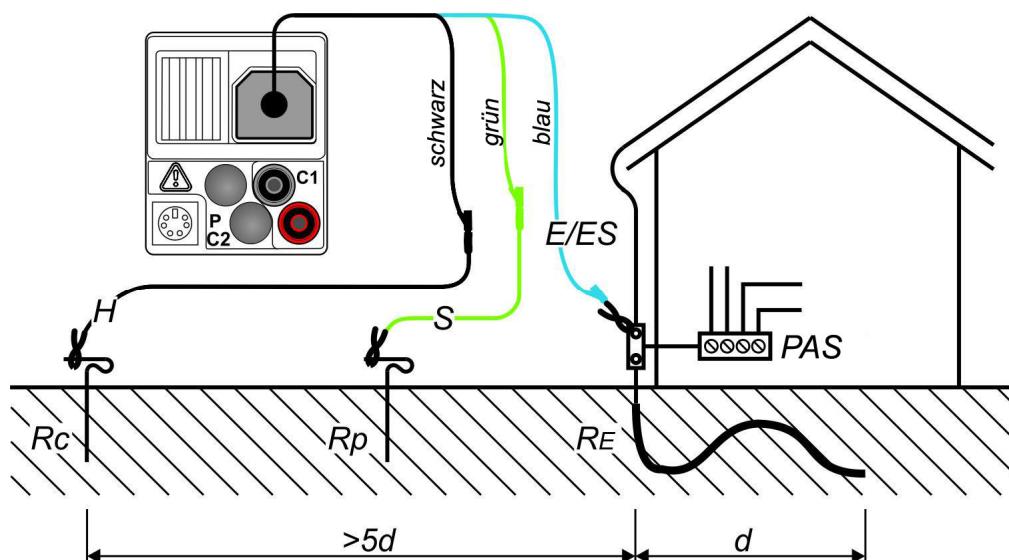

Abbildung 5.33: Anschluss des optionalen Erdungsset (044113) - Messung der Haupterdung
- ☐ Kontaktieren Sie die Prüfleitungen an das Prüfobjekt (siehe Abbildung 5.33 und 5.34).
- ❑ Die Sonden müssen in ausreichendem Abstand vom Prüfobjekt platziert werden. Der Abstand zwischen dem Erder (E/ES) und der Sonde (H) soll mindestens 5-mal größer sein als die Tiefe oder Länge des Erders (siehe Abb. 5.33 und 5.34).